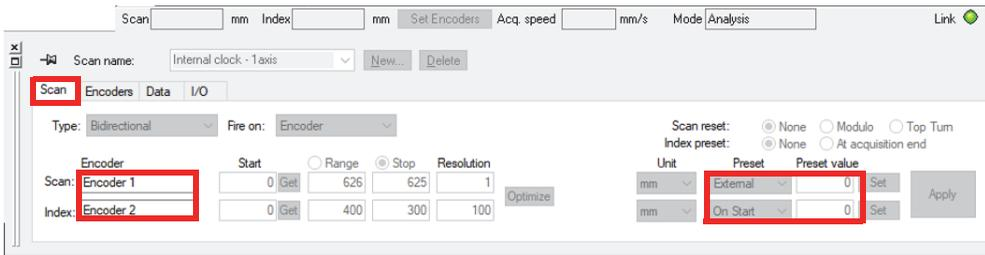

Figure 2-2 Paramètres dans le logiciel FocusPC
- ◆ Pour balayer, appuyez sur le bouton de lecture et relâchez-le chaque ligne de balayage. La fonction d'indexation fonctionne de la même manière que celle de l'OmniScan, ce qui signifie que la valeur d'index augmente à chaque fois que vous appuyez sur le bouton. Le Figure 2-2 à la page 38 affiche les paramètres à saisir dans FocusPC.